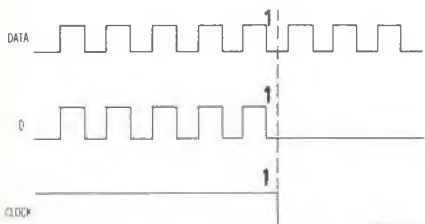

figura 10
L'informazione presente al piedino d'ingresso o « data » (D) viene trasferita all'uscita Q quando il clock (letteralmente « orologio pilota ») - piedino 4 e 13 dello schema a blocchi - è allo stato alto; l'uscita Q seguirà fedelmente il segnale in ingresso finché rimane alto il segnale esterno di clock. Quando il clock va allo stato basso, vale a dire a zero, l'informazione applicata al « data » è trattenuta all'uscita Q fino a che il clock ritorna alto. Molto più semplice della mia precedente spiegazione, la figura 10 varrà a farvi comprendere le funzioni del circuito in esame.